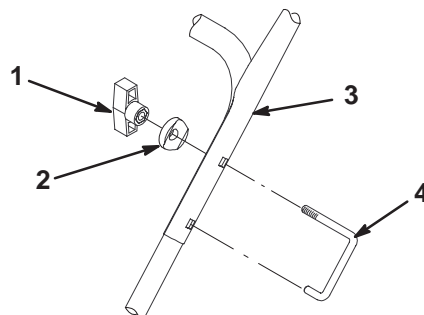

Bild 6
3. Bringen Sie die Griffriegeln, die gebogenen Scheiben und die Bedienungsknöpfe wie in Bild 6 dargestellt an.
5. Schieben Sie die Griffriegel ganz hinein (Bild 6).